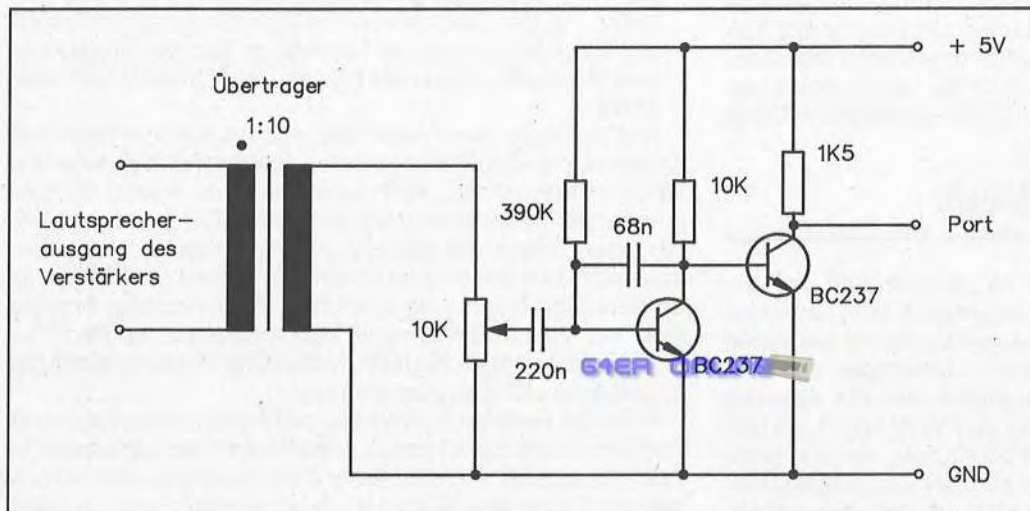

Bild 19. So kann der C64 auf Musik reagieren, beispielsweise für eine Lichtorgel
Die Ankopplung nach Bild 19 ist so gewählt, daß der Verstärker der Quelle nur minimal belastet wird. Vom Lautsprecherausgang – oder vom eingebauten Lautsprecher direkt – wird die Tonfrequenz (NF) einem Übertrager mit dem Übersetzungsverhältnis 1:10 zugeführt, der die Aufgabe hat, den niederohmigen Ausgang des Verstärkers an den hochohmigen Eingang der Zusatzschaltung anzupassen, und das Signalgerät galvanisch von der Lichtorgelschaltung zu trennen. Am Ausgang des Übertragers (hochohmige Seite) liegt ein als Spannungsteiler geschaltetes Potentiometer, mit dem die Ansprechempfindlichkeit eingestellt werden kann. Danach gelangt das Signal über einen Kondensator zur Basis des ersten Transistors, der es verstärkt und einer Schaltstufe zuführt, deren Ausgang vom Computer abgefragt werden kann. Dieser Ausgang führt normalerweise HIGH und wird nur dann LOW, wenn er von der Signalquelle durchgesteuert wird.